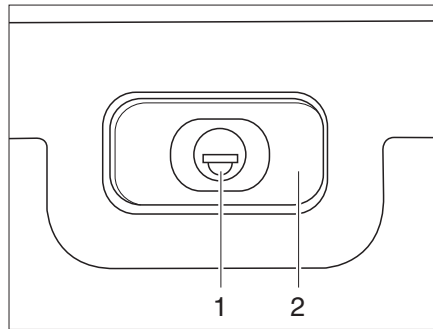

Fig. 29 Cerradura de la trampa, rectangular, cerrada
- Introducir la llave en el cilindro de cierre (Fig. 29,1) y girarla un cuarto de vuelta. El asidero de la cerradura (Fig. 29,2) se abre de golpe.